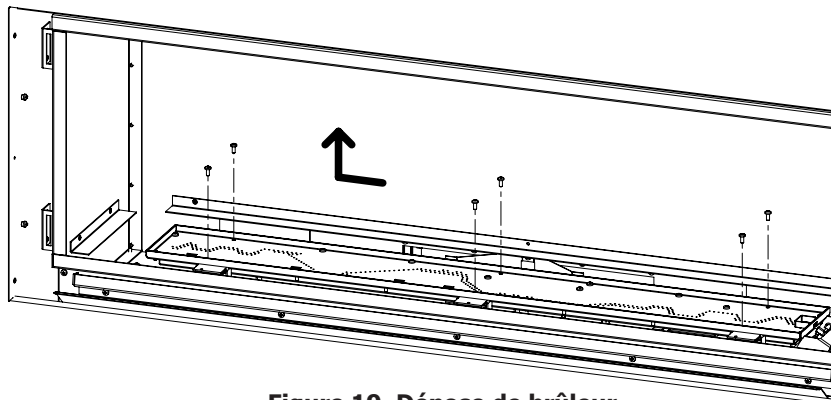

Figure 19. Dépose de brûleur
6. Retirez les six vis T-20 le brûleur pan comme illustré à la Figure 19 ; ne retirez pas les autres vis T-20. Une fois la vis spécifiée sont supprimées faites glisser vers la gauche de brûleur et soulevez-le pour le retirer.